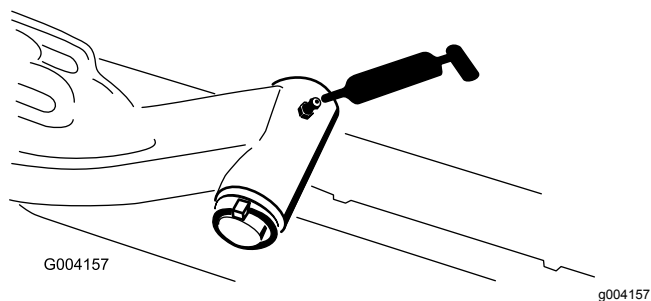

Figure 50
- Axe de pivot des bras de levage (1 chacun) (Figure 50)